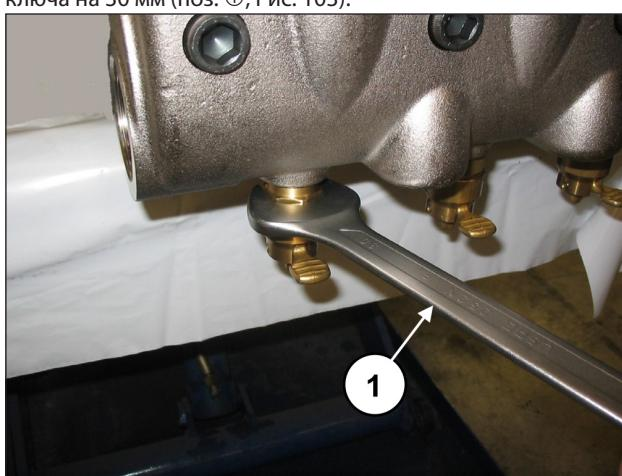

Рис. 103
Открутите устройство открывания клапанов с помощью ключа на 30 мм (поз. ①, Рис. 103).